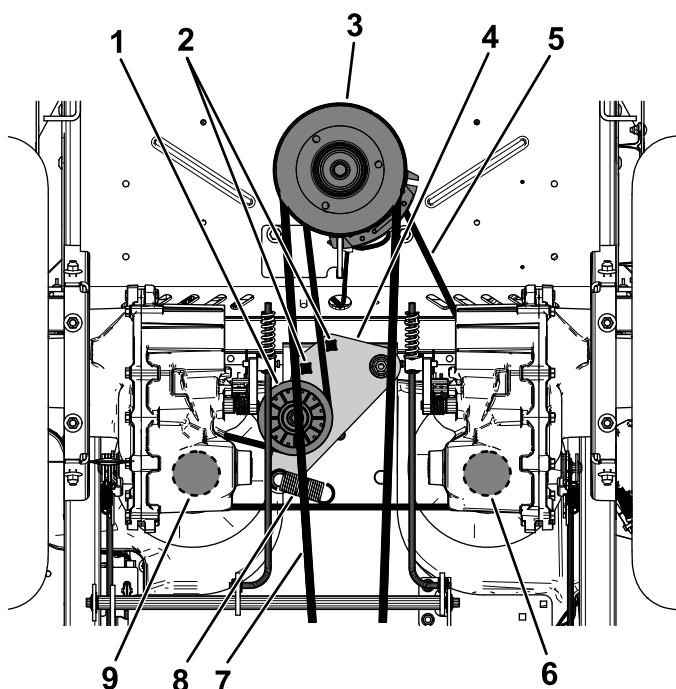

Figure 70
5. Insérez un rochet de ½ pouce ou une poignée articulée dans les trous carrés du bras de la poulie de tension pour détendre le ressort de la poulie de tension (Figure 70).
6. Retirez la courroie existante de la poulie de tension, des 2 poulies d'entraînement de pompe hydraulique et de la poulie du moteur (Figure 70).
7. Chaussez la courroie neuve sur la poulie de tension, la poulie du moteur et les 2 poulies de la pompe hydraulique (Figure 70).